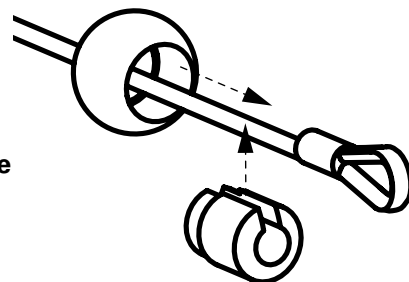

Figura 18b - Detalhe
- (2) esferas batentes da extremidade do cabo com parte central (ver o detalhe)
**18-1** Localize o cabo da barra direita que passou através do compartimento da polia lateral. Passe o cabo através da (3) polia flutuante, conforme indicado.
**18-2** Continue a orientar o cabo através da (4) polia na barra transversal lateral traseira e depois através da (5) polia na barra transversal lateral dianteira conforme indicado.
**18-3** Insira a extremidade do cabo através esfera batente da extremidade do cabo e fixe a parte central para evitar que o cabo volte a deslizar para trás através das polias. Consulte a **figura 18b**.